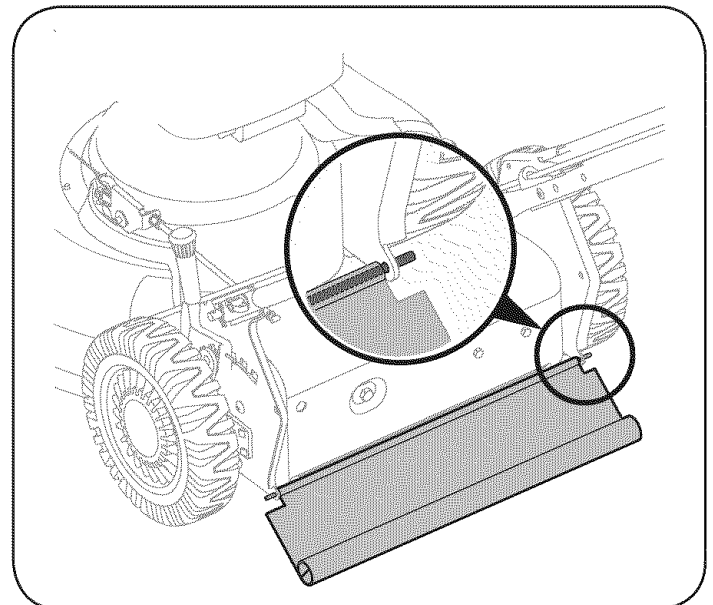

Figura 17
1. Corte el extremo plano de la varilla de alambre que la sujeta a la plataforma. Vea la Figura 17.